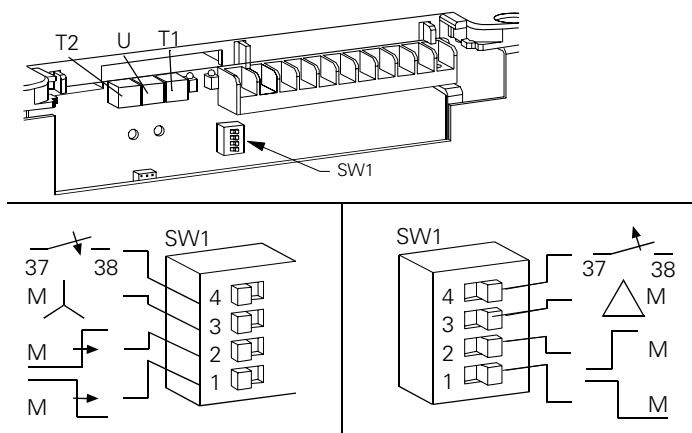

Figura 20 : Elementos de configuração
Os elementos de configuração, que se encontram no lado direito do softstarter, são acessíveis com a cobertura colocada. Estes elementos de configuração são os seguintes (figura 20): três potenciômetros, T1, U e T2, e o interruptor DIP SW1. A tabela 5 mostra os valores de ajuste dos potenciômetros. Para alterar os valores de ajuste dos potenciômetros usar uma pequena chave de parafusos. Rodar no sentido horário para aumentar e no sentido inverso para diminuir.
**SW1 - Interruptor DIP.** Este interruptor possui quatro seções que fornecem ao software do softstarter os parâmetros correspondentes à aplicação. Como se pode ver na figura 20, o ajuste efetua-se deslocando cada seção do interruptor para a esquerda ou para a direita (para cima ou para baixo se o softstarter estiver montado na vertical). Nos esquemas de conexões do capítulo 6, a posição de cada seção do interruptor é indicada por uma seta a apontar para a esquerda ou para a direita.